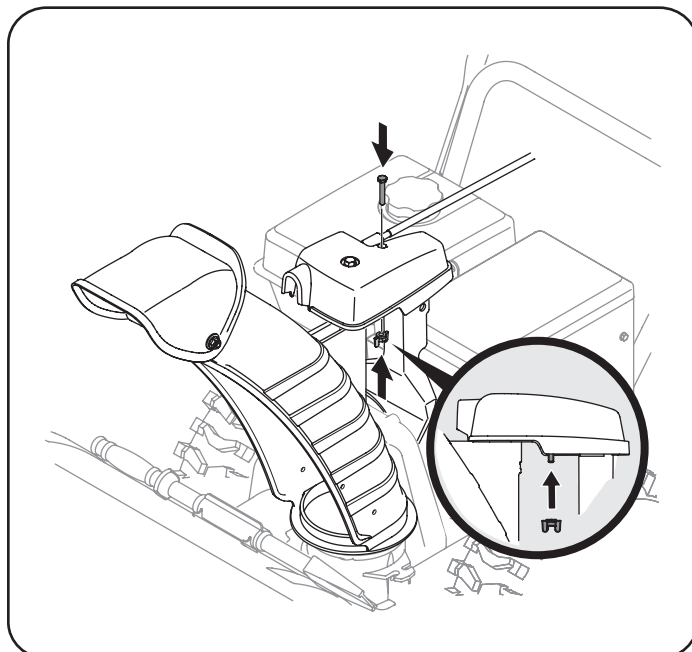

Figura 6
4. Termine de asegurar la cabeza de control del canal de soporte del conducto de soporte con la tuerca de mariposa y el tornillo hexagonal retirados anteriormente. Véase la Figura 6.